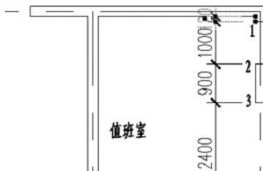

图 3.59 在无命令的状态下选中 120 尺寸线
观察图 3.59，在前面所标注出的值班室的内部尺寸中，门垛宽度的尺寸标注“120”的文字位置不合适，现在来调整标注文字的位置。
(1) 在命令行无命令的状态下选中 120 尺寸标注，如图 3.59 所示，将出现 5 个蓝色的夹点，其中有一个夹点位于“120”文字上，该夹点是控制“120”文字位置的夹点。